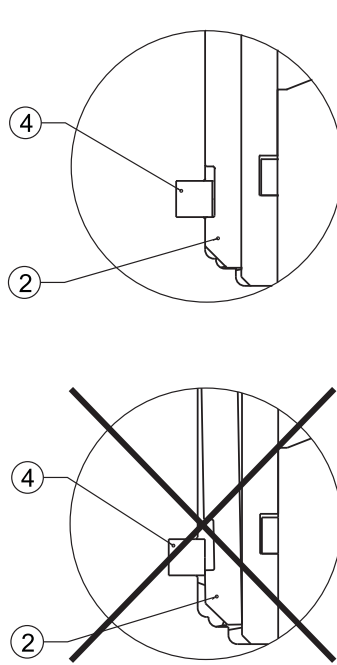

Abb. 6
6. Darauf achten, dass die Führungsnute der Profilschneide exakt an der dafür vorgesehenen Anschlagkante der Passfeder (4) des Schneidensitzes anliegt (s. Abb. 6).
8. Gewindestifte (1) mit passendem Drehmomentschlüssel auf das erforderliche Anziehdrehmoment von 6 Nm festspannen.